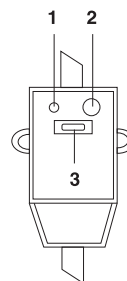

Рис. 8
| Индикация отсутствует                                                      | Сработала защита УЗО                                                                                                | Протестируйте УЗО, нажав кнопку «test». В случае, если УЗО прошло тестирование, нажмите на кнопку (3). перезапуска. В случае, если тестирование не проходит, свяжитесь со специалистами по техническому обслуживанию для осуществления ремонта (см. рис. 8). |